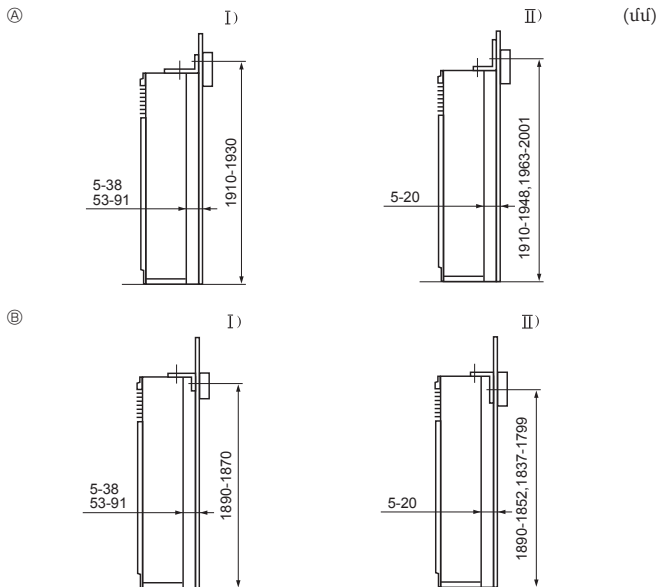

Fig. 3-3
- ① Շրջվելու կանխարգելման բարձակ
Շրջվելու կանխարգելման բարձակ ①-ը տեղադրվում է բլոկի վերին մակերևույթի վրա: Հանեք ② պտուտակամեխերը և այնուհետև նորից տեղադրեք բարձակը, ինչպես ցուցադրված է նկարում: Տեղադրման ճիշտ հեռավորությունները տե՛ս Fig. 3-3-ում:
### 3.3. Երջվելու կանխարգելման բարձակի տեղադրում (Fig. 3-3)